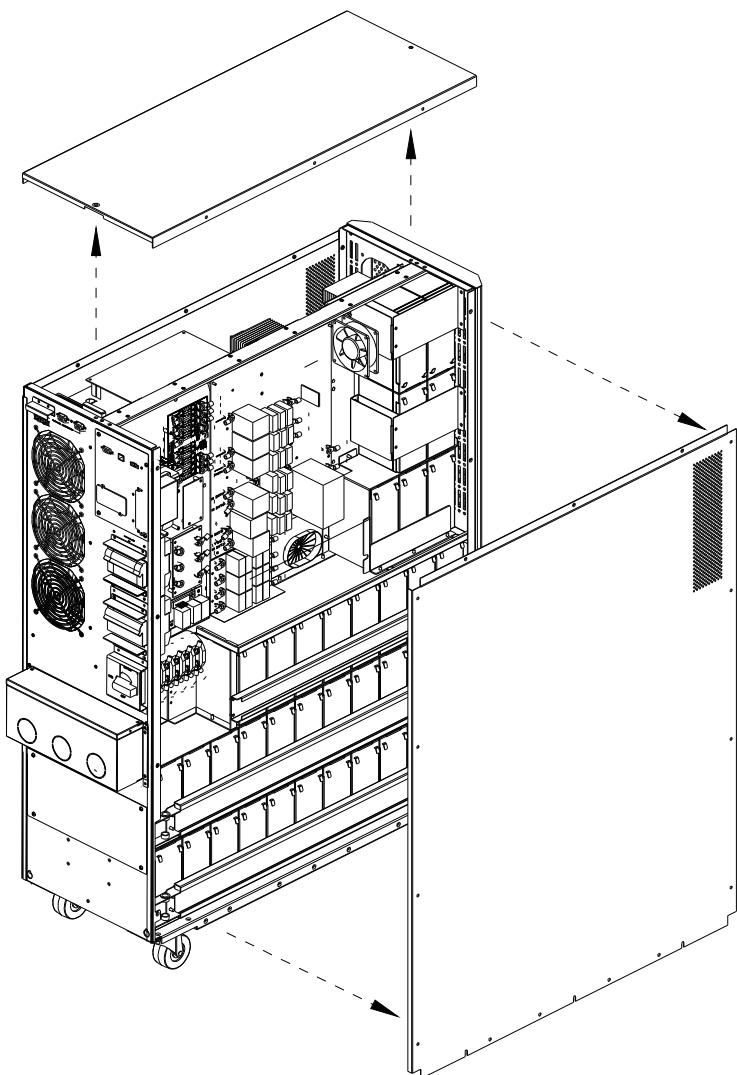

Figure 3.2
- 2) Retirez les plaques du haut, du côté gauche et du côté droit (Figure 3.2).